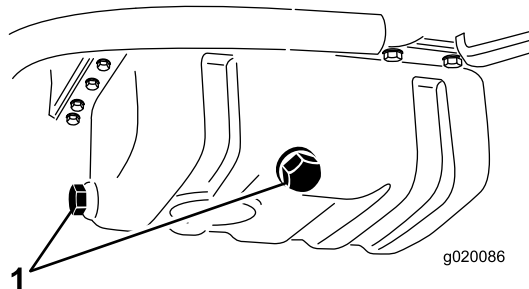

図 55
1. どちらかのドレンプラグ (図 55) を外してオイルを容器に受ける。オイルが抜けたらプラグを元通りに取り付ける。